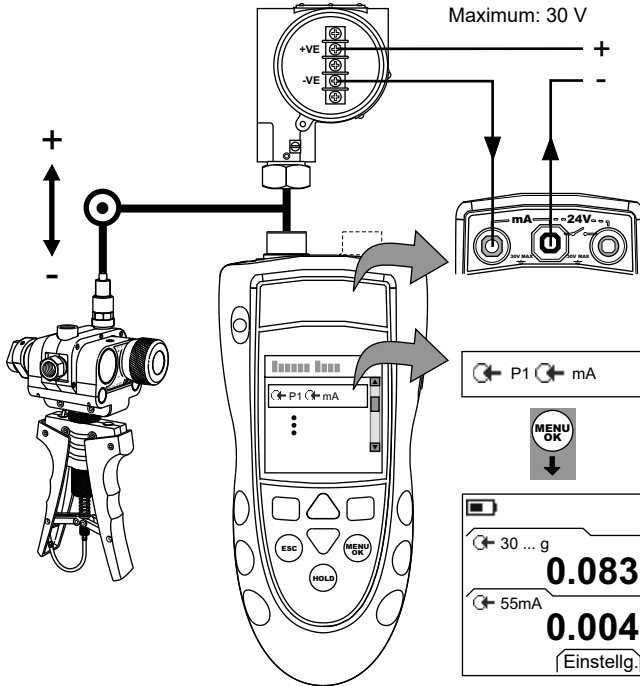
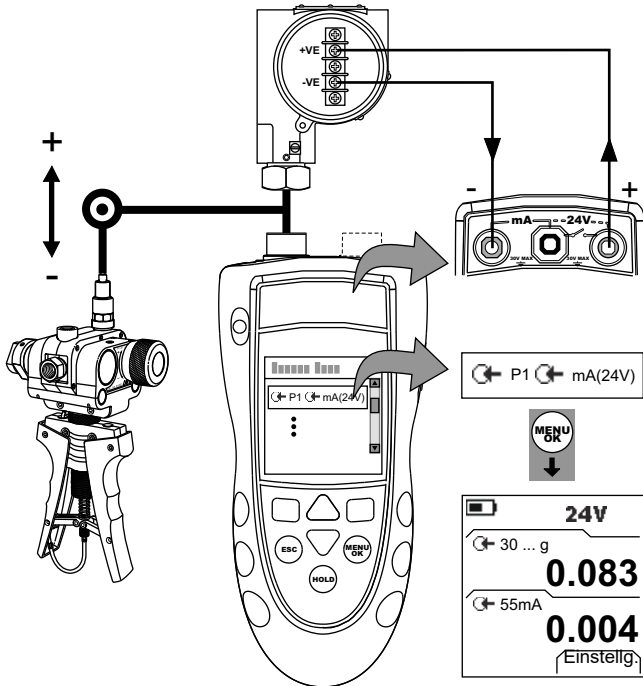

Abbildung 5: Beispielkonfiguration: Transmitterkalibrierung mit externer Schleifenstromversorgung
Abbildung 6: Beispielkonfiguration: Transmitterkalibrierung mit interner Schleifenstromversorgung
1. Schließen Sie das Gerät an (Abbildung 5 oder Abbildung 6) und ändern Sie ggf. die Option *Konfig.* (Tabelle 1).